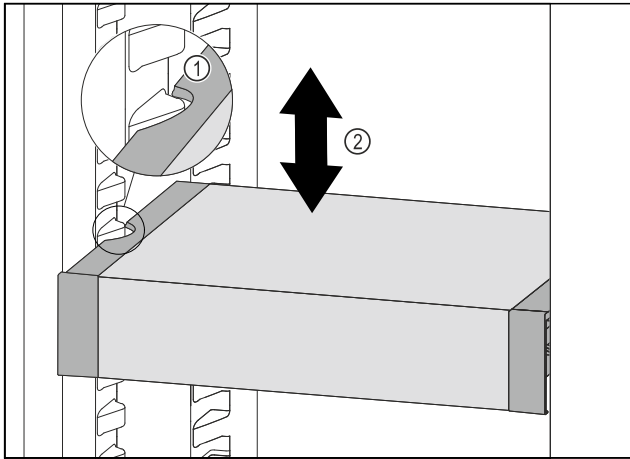

Fig. 200
- Vedä VarioSafe-laatikkoa ulospäin, kunnes VarioSafen sivuilla olevat lovet ovat jääkaappiosassa olevien kotelo-kiilojen tasolla. Fig. 200 (1)
- Siirrä VarioSafe-laatikkoa ylös- tai alaspäin jääkaappiosassa haluttuun korkeuteen. Fig. 200 (2)